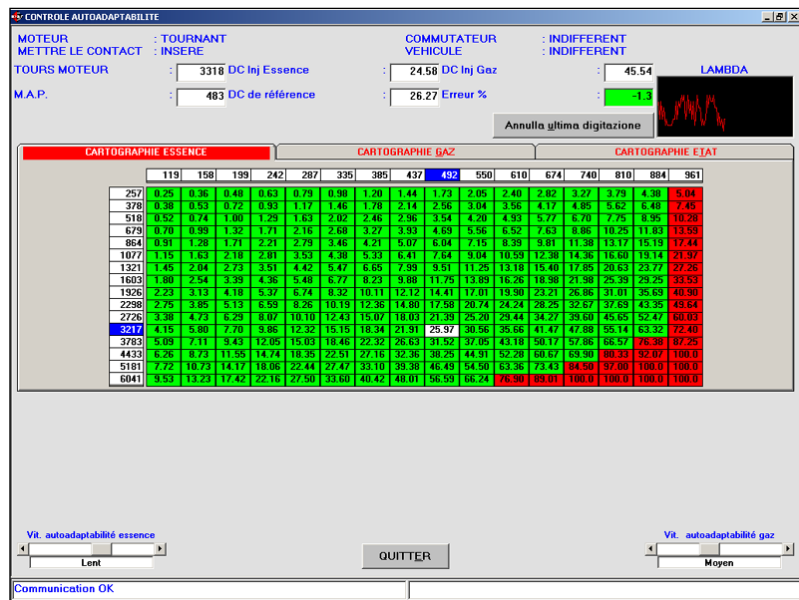

Fig. 4.33 - Contrôle autoadaptation
- Si on veut autoétalonner essence ou gaz plus soigneusement, on peut en contrôler la qualité avant de procéder avec les pas suivants. Pour faire cette vérification il est nécessaire de quitter la procédure d'autoétalonnage, rentrant dans la page-écran Mise au point et puis Autoadaptation. Dans cette page-écran la valeur qui indique le centrage de la cartographie est contenue dans la case erreur %, en haut à gauche comme montré dans la figure 4.33 suivante. Les valeurs d'erreur aux alentours ou inférieures au  $\pm 5\%$  sont acceptables. Avec plus de  $\pm 10\%$  d'erreur la cartographie est à considérer peu centrée. Restant suffisamment longtemps sur un point non bien centré, l'autoadaptation de la centrale pourvera au centra-